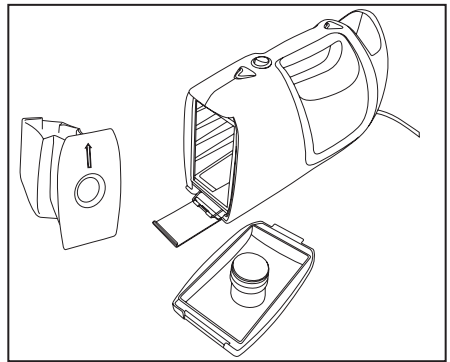

Fig. 12
- Installez un nouveau sac avec la flèche du carton pointant vers le haut de l'aspirateur (Fig. 12).